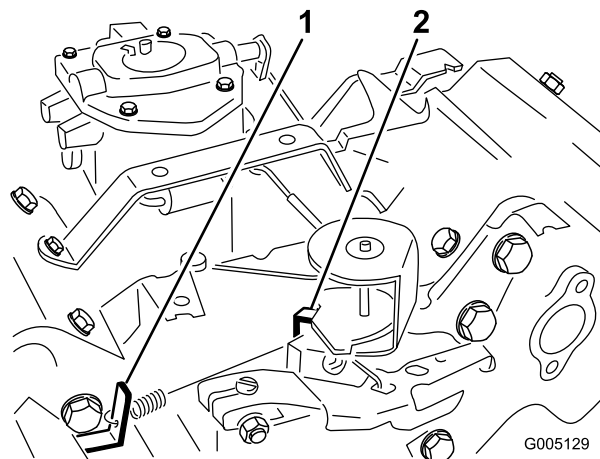

Bild 51
3. Biegen Sie den Anker-Federmitnehmer (Bild 51), um eine Leerlaufgeschwindigkeit von 1650 ± 100 U/min zu erzielen. Prüfen Sie die Motordrehzahl mit einem Drehzahlmesser.
5. Stellen Sie den Gasbedienungshebel auf „Schnell“. Biegen Sie den Federankermittelnehmer in der Vollgaseinstellung (Bild 51), bis Sie eine Vollgasdrehzahl von 2800 ± 50 U/min realisieren.